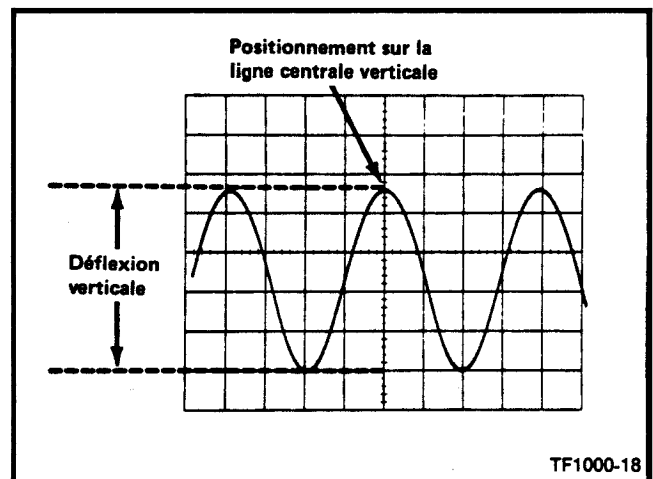

Fig. 2-3. Mesure de la tension crête-à-crête du signal.
4. Agir sur la commande POSITION de la voie de manière à faire coïncider la partie inférieure de la représentation avec l'une des lignes horizontales situées dans la moitié inférieure du réticule, puis agir sur la commande POSITION (horizontale) pour centrer l'une des crêtes supérieures sur la ligne centrale verticale du réticule (voir Fig. 2-3).